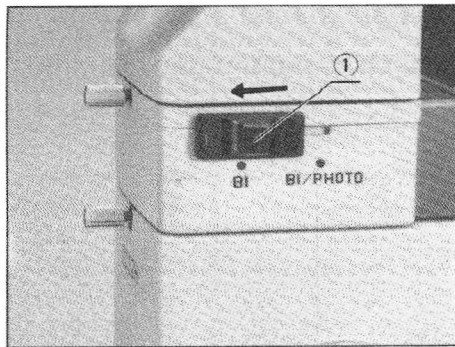

Abb. 16
- Für Beobachtungen durch den Binokulartubus muß der Schieber (1) auf BI (100% Licht) gestellt werden. (Abb. 16)